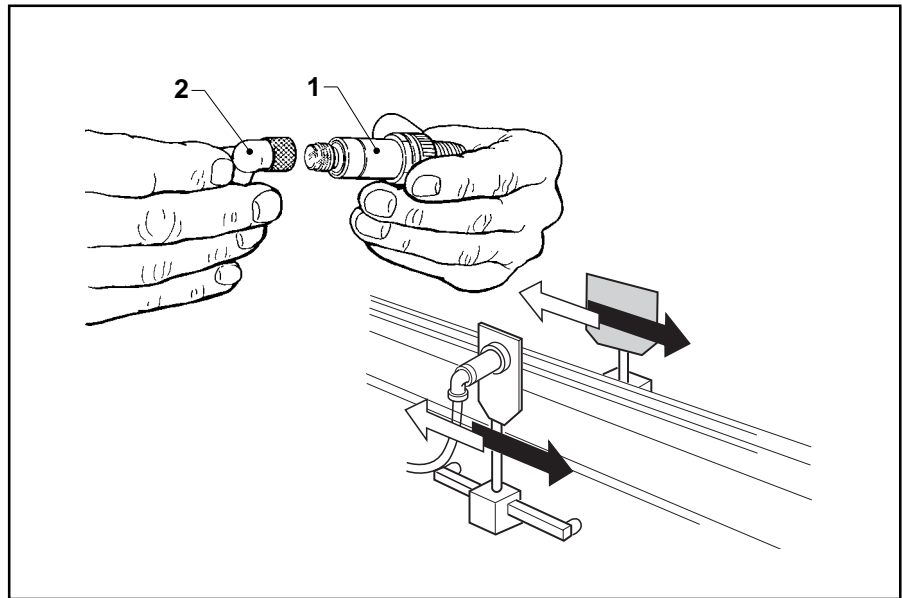

Fig. 8
- Controllare che l'interruttore (1) della macchina sia in posizione "0" OFF.
- Inserire il cavo (2) di alimentazione in una presa di corrente.
1.6.d Posizionamento sensore di start (Fig.8)
- Collegare il sensore (1) al cavo di collegamento (2) che esce dalla macchina.
- Check that the main on/off switch (1) is in the "0" OFF position.
- Plug the power supply cable (2) into a power socket.
1.6.d Positioning start sensor (Fig. 8)
- Connect the sensor (1) to the connection cable (2) leaving the machine.
- S'assurer que l'interrupteur (1) de la machine est sur la position "0" OFF.
- Insérer le câble (2) d'alimentation dans une prise de courant.
1.6.d Positionnement du capteur de démarrage (Fig. 8)
- Raccorder le capteur (1) au câble de raccordement (2) qui sort de la machine.
- Prüfen, daß sich der Schalter (1) der Maschine auf "0" OFF befindet.
- Das Stromkabel (2) in eine Steckdose stecken.
1.6.d Anschluß des Start-Sensors (Abb. 8)
- Den Sensor (1) an das Anschlußkabel (2), das aus der Maschine kommt, anschließen.